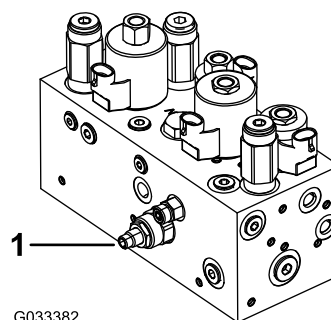

Figura 49
O circuito de elevação/descida da unidade de corte está equipado com uma válvula de regulador de caudal (Figura 49). Esta válvula é previamente configurada pelo fabricante, encontrando-se cerca de 3 voltas aberta, mas por vezes é necessário efetuar ajustes de modo a compensar diferenças na temperatura do óleo hidráulico, nas velocidades de corte, etc.
1. Levante o banco e localize a válvula de controlo do caudal (Figura 49) montada ao lado do coletor hidráulico para a estrutura de tração central.